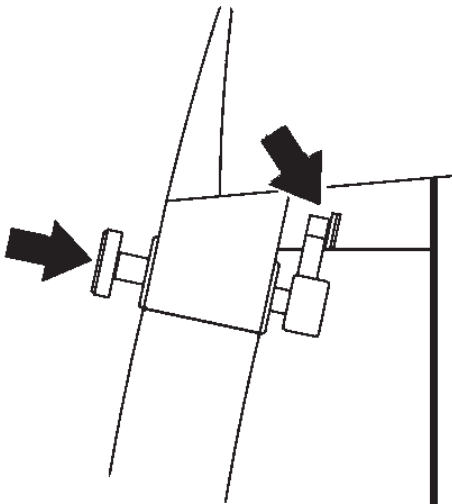

Figure 3.0-3
2. Pour déverrouiller et laisser descendre l'outil : appuyer fermement sur le bouton avec le pouce dans le sens de la flèche jusqu'à ce que la résistance augmente (Fig. 3.0-3).